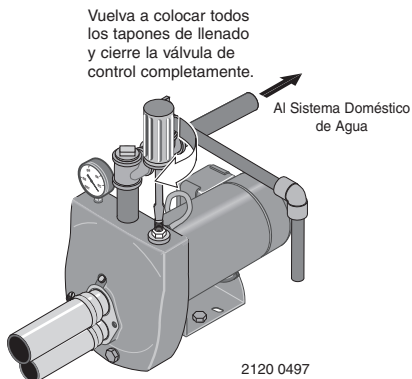

Figura 11: Cebado de la Bomba
Paso 2. Vuelva a colocar todos los tapones de llenado y cierre la válvula de control completamente (Figura 11).